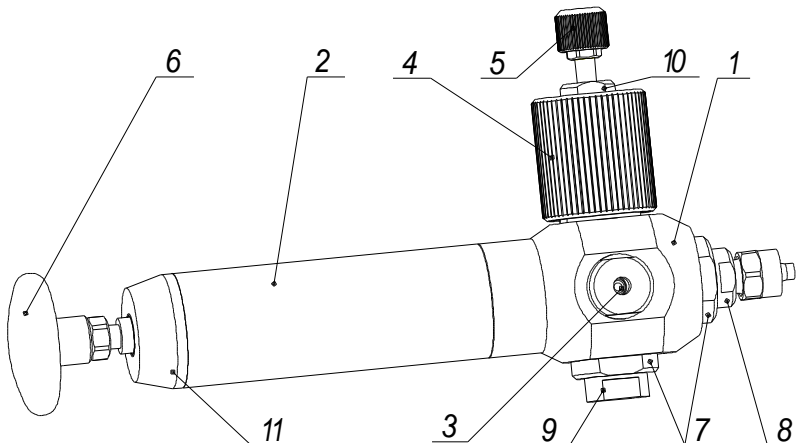
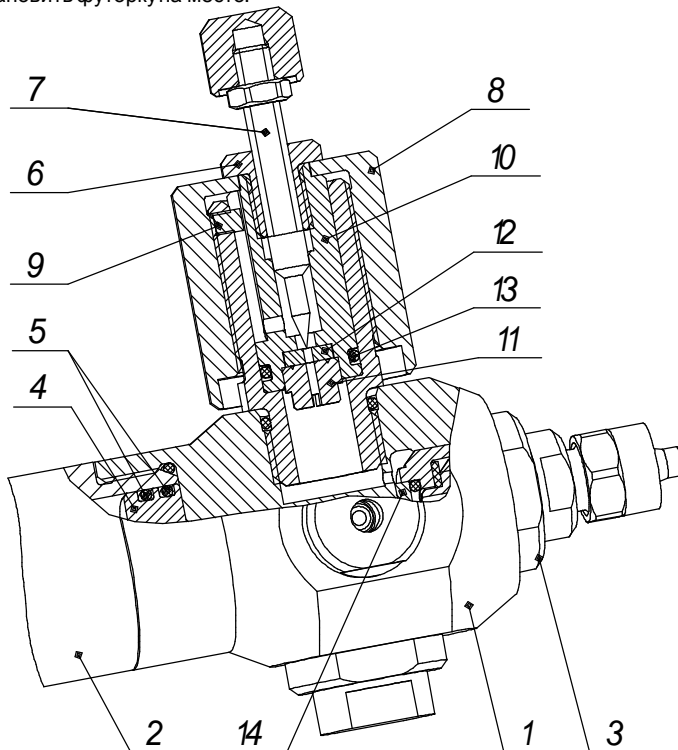

Рисунок 1 – Помпа П-0,25М
Рисунок 3 – Помпа П-0,25М в разрезе (узел точной настройки)
2.2.2 Узел точной регулировки помпы при поставке установлен согласно варианту "а" (рис. 3). В случае необходимости переустановите узел точной настройки согласно варианту "с".
- открутить гайку фиксации ручки (рис. 1, поз. 6) и открутить ручку;
- установить помпу на подставку согласно рисунку 2, соблюдая соосность оси золотника (рис. 1, поз. 3) и отверстия в подставке;
Вывернуть заглушку (рис.1, поз. 9) из футорки (поз. 7) и вернуть в нее модуль давления калибратора (модули давления поставляются в составе калибраторов давления). Конструкция помпы позволяет установить модуль давления по вариантам "а" и "б" (рис. 3).
Подсоединить к штуцеру (рис. 1, поз. 8) пневмошланг (на рисунке не показан) и затяните соединение гайкой. Для подсоединения к пневмошлангу поверяемого прибора используйте один из переходных штуцеров поставляемых с помпой.
- выкрутить втулку (рис. 3, поз. 6) с игольчатым винтом (поз. 7);
- выкрутить футорку (рис. 3, поз. 3);
- выкрутить крышку (рис. 1, поз. 11) из цилиндра (поз. 2);
- извлечь поршень (рис. 3, поз. 4) из цилиндра;
Подсоединить к штуцеру (поз. 8, рис.1) через пневмошланг манометр типа МО по ТУ25-05-1664-74 с верхним пределом измерений 400 кПа или 600кПа, отверстие М12×1,5 помпы заглушить пробкой (поставляется с помпой).